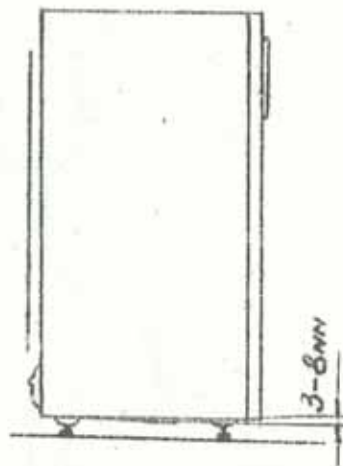

Рис.3. Установка холодильника с наклоном
4.3. Чтобы дверь холодильника стремилась закрываться сама, установите его согласно рис.3. Наклон холодильника обеспечивается за счет установки регулируемых опор.